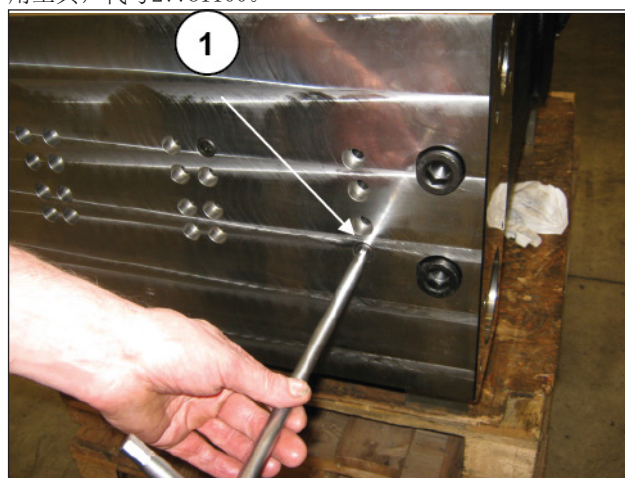
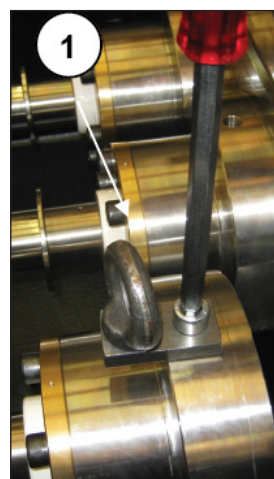

图 202
图 203
继续拆卸活塞组，拧松活塞套支架固定螺钉（位置①，图 202），预先安装组件支持工具（位置①，图 203）或专用工具，代号27781100。